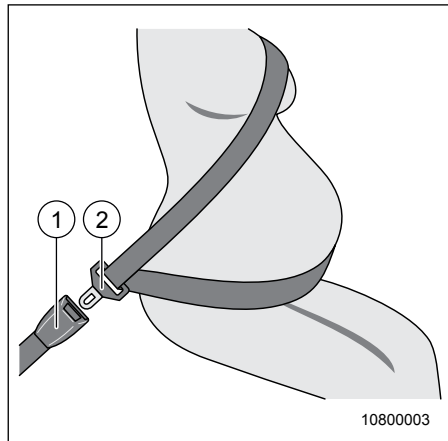

Fig. 3 Boucler la ceinture de sécurité
1. Tirer la ceinture de sécurité hors du dispositif d'enroulement en la tenant au verrou plat (Fig. 3, pos. 2) et la passer par-dessus vos épaules.
4. Introduire le verrou plat (Fig. 3, pos. 2) jusqu'à ce qu'il s'enclenche de manière audible dans le dispositif de positionnement (Fig. 3, pos. 1).